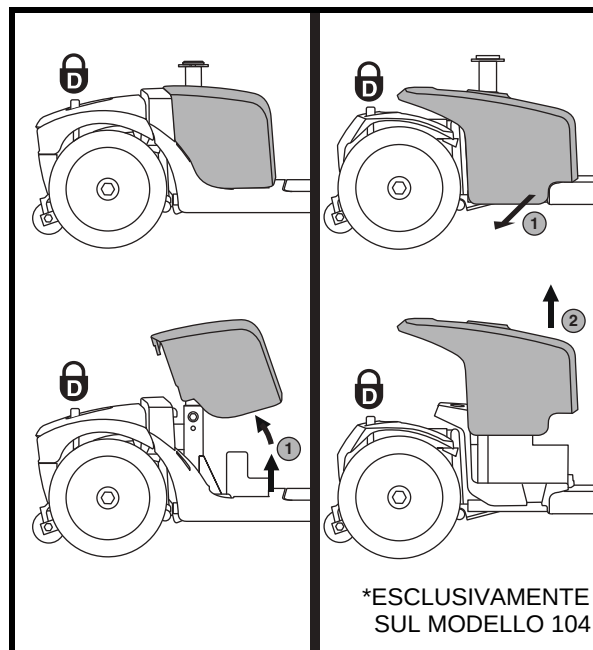

Figura 10. Montaggio e rimozione della scocca delle batterie
1. Rimuovere il sedile e la scocca posteriore. Vedere figura 10.